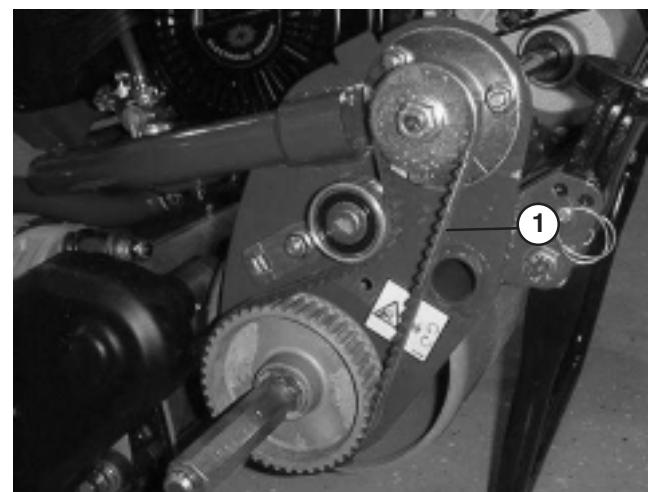

Bild 45
2. Prüfen Sie die Spannung des Riemens (Bild 45). Wenden Sie eine Kraft von $1,8 \pm 0,45$ kg in der Mitte der Scheiben an. Die Riendurchbiegung sollte 6,4 mm betragen. Gehen Sie auf den nächsten Schritt, wenn die Durchbiegung nicht ordnungsgemäß ist.